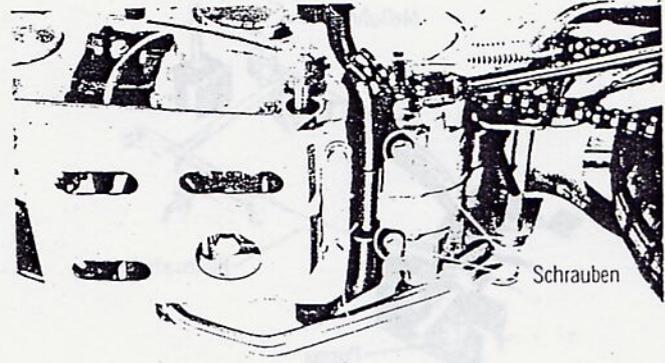

Abbildung 93
- (7) Fußraste am Kurbelgehäuse demontieren, indem man die 8 mm-Sechskantschrauben herausschraubt. (Abbildung 93)